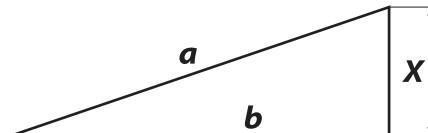

Рис. 3
1. В первом варианте необходимо измерить длину «Х», где «Х» - катет. Для этого следует измерить стороны «*a*» и «*b*» (Рис. 3).